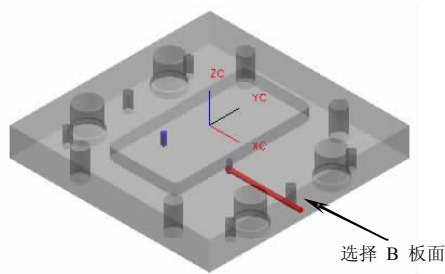

图5-89
13. 使用【冷却】功能创建冷却水道，设置冷却水道直径为“M8”、“HOLE_1_DEPTH=130”、“HOLE_2_DEPTH=130”，选择 B 板面作为冷却水道参考面，设置冷却水道坐标为 (-15, -10, 0)，结果如图 5-89 所示。